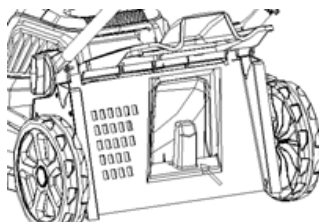

Рис. 27
- Установите мульчирующую насадку (рис. 27).